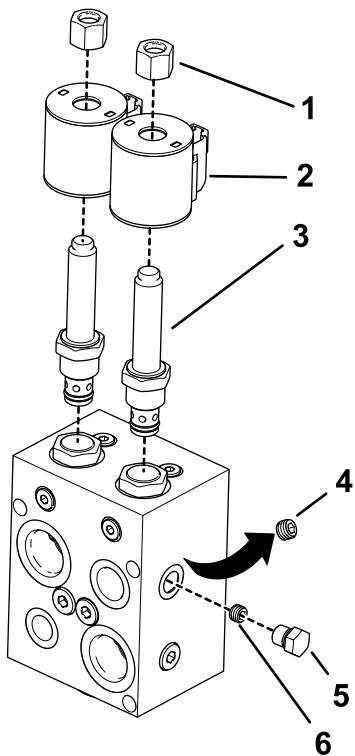

図 5
- 図 5 のように、フローデバイダマニホールドに必要なパーツを取り付ける。